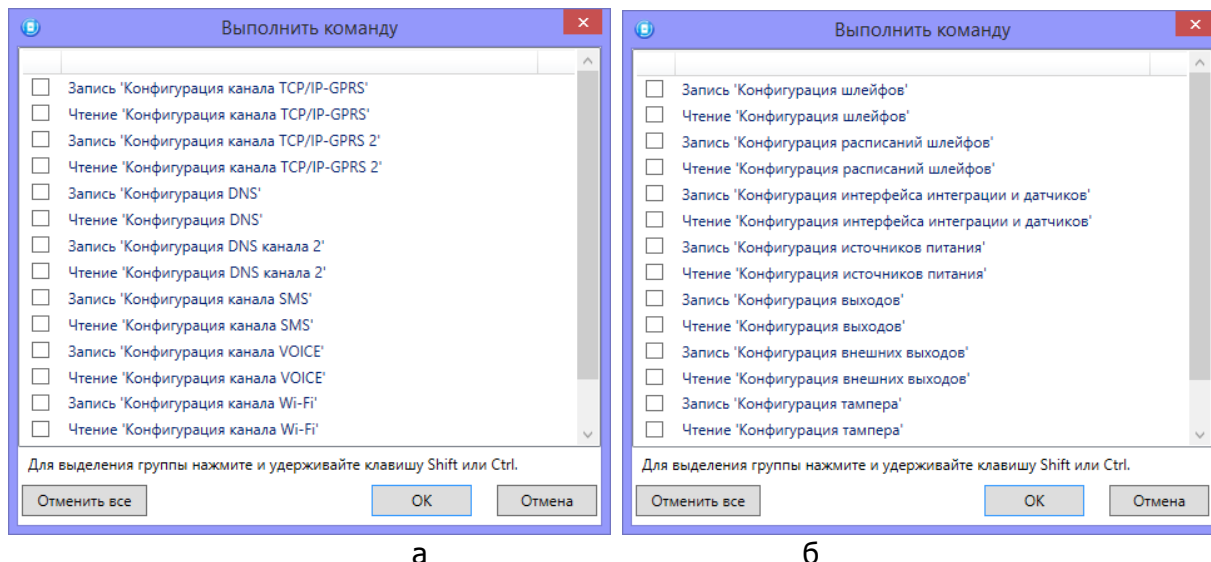

Рисунок 4.48 — Окно *Выполнить команду* (а — конфигурация ПОО, б — конфигурация ППК)
- *Выполнить команду:* открытие окна *Выполнить команду* (см. рисунок 4.48), с помощью которого могут быть записаны или считаны отдельные группы параметров (актуально при медленной скорости передачи данных или тарификации по объему передачи данных).